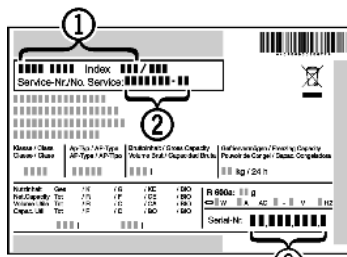

Fig. 37
- ▶ Считать обозначение устройства *Fig. 37 (1)*, сервисный номер *Fig. 37 (2)* и серийный номер *Fig. 37 (3)* с заводской таблички. Заводская табличка находится внутри устройства слева.